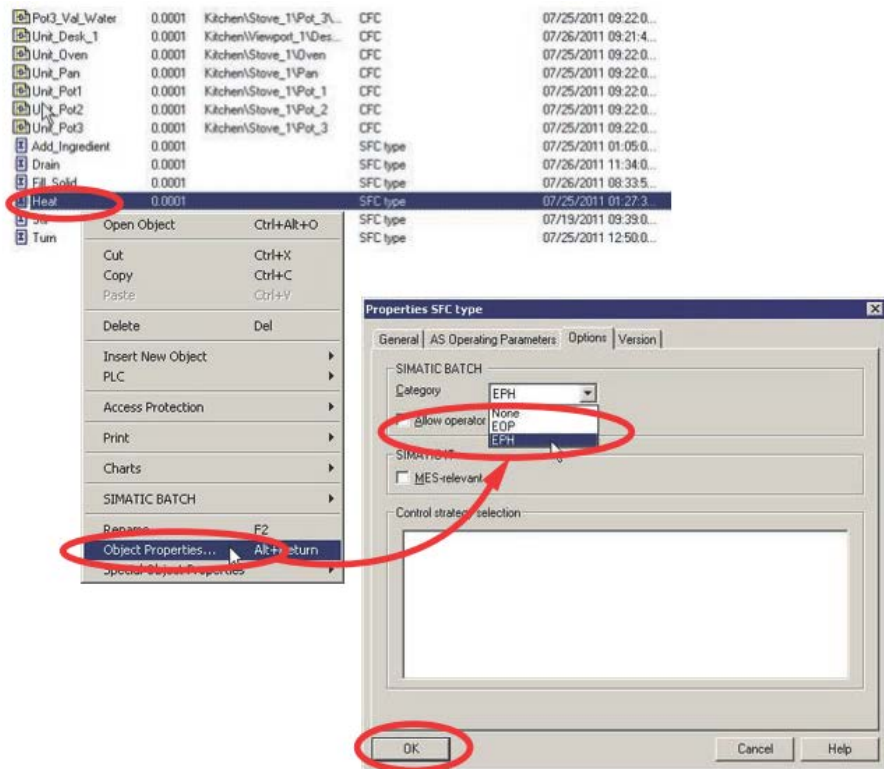

图 3-1 指定 EPH 属性
- 1.选择 SFC 类型（SFC Type）属性，在“选项”（options）选项卡中将类型分配成“EOP”，参见图 3-1；